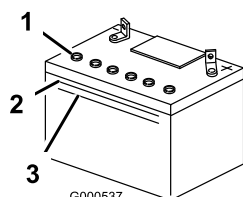

Figure 34
2. Observez le côté de la batterie. Le niveau de l'électrolyte doit atteindre le trait supérieur (Figure 34). Le niveau d'électrolyte ne doit pas descendre au-dessous du trait inférieur (Figure 34).
3. Enlevez les bouchons d'aération de la batterie (Figure 34)
4. Versez de l'eau distillée avec précaution dans chaque élément jusqu'au repère supérieur (Figure 34) sur le côté de la batterie.
5. Attendez cinq à dix minutes après avoir rempli les éléments. Au besoin, ajoutez de l'eau distillée pour amener le niveau jusqu'au repère supérieur sur le côté de la batterie (Figure 34).